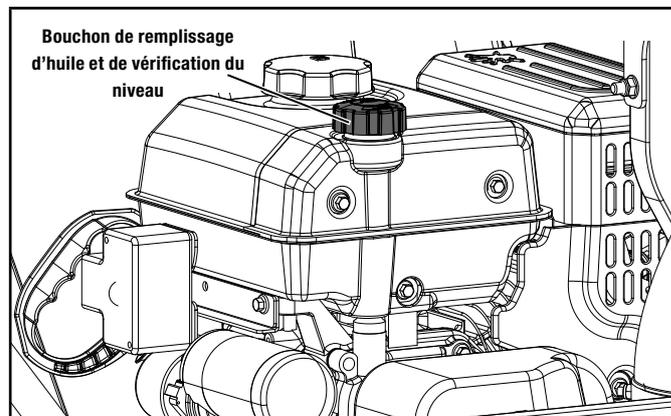

Figure 12A
2. Retirez la jauge de niveau d'huile et essuyez-la. (figure 12A)